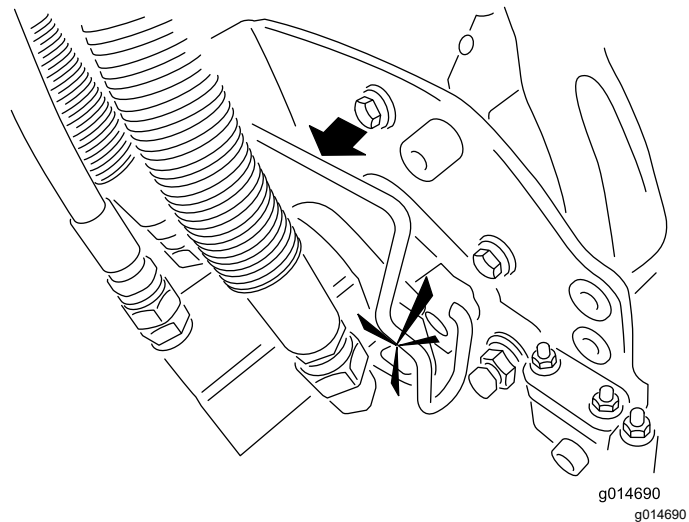

Figure 54
- 5. Enduisez de graisse propre l'arbre cannelé du moteur de l'unité de coupe (Figure 54).
- 6. Insérez le moteur dans le côté gauche de l'unité de coupe (vu de la position de l'utilisateur) et tirez la barre de retenue du moteur située sur l'unité de coupe vers le moteur jusqu'à ce que vous entendiez un déclic des deux côtés du moteur (Figure 54).